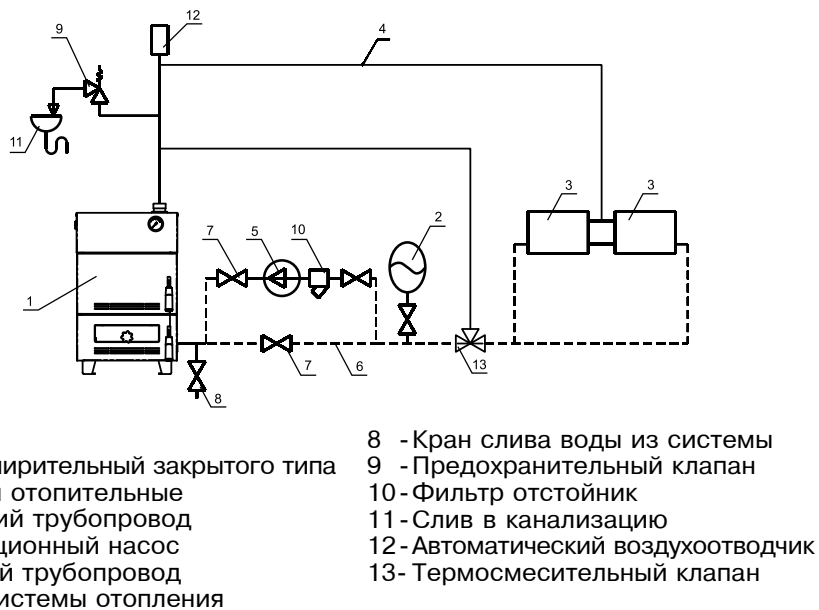
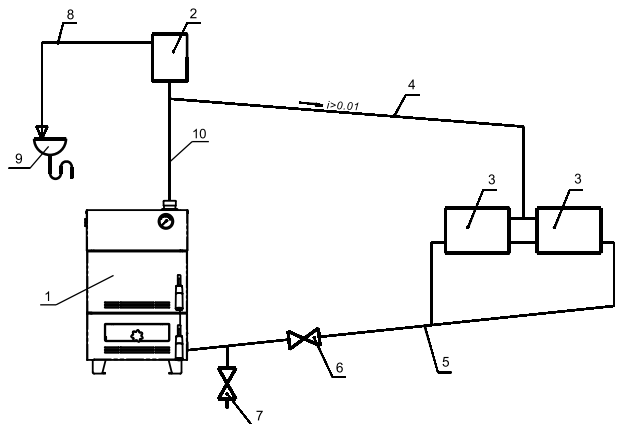

Рис.4 Схема закрытой системы отопления
Рис.5 Схема открытой системы отопления
7.2. При наличии стука в системе (гидравлические удары по причине парообразования) – немедленно прекратить горение в топке и дать остыть воде до температуры 70°C , затем долить систему водой через кран (поз.8 рис.4) и вновь растопить аппарат.
7.3. В зимнее время, если потребуется прекратить топку на срок свыше суток, необходимо, во избежание замерзания, полностью освободить аппарат и систему отопления от воды через сливные краны (поз.8 рис.4) или (поз.7 рис.5).